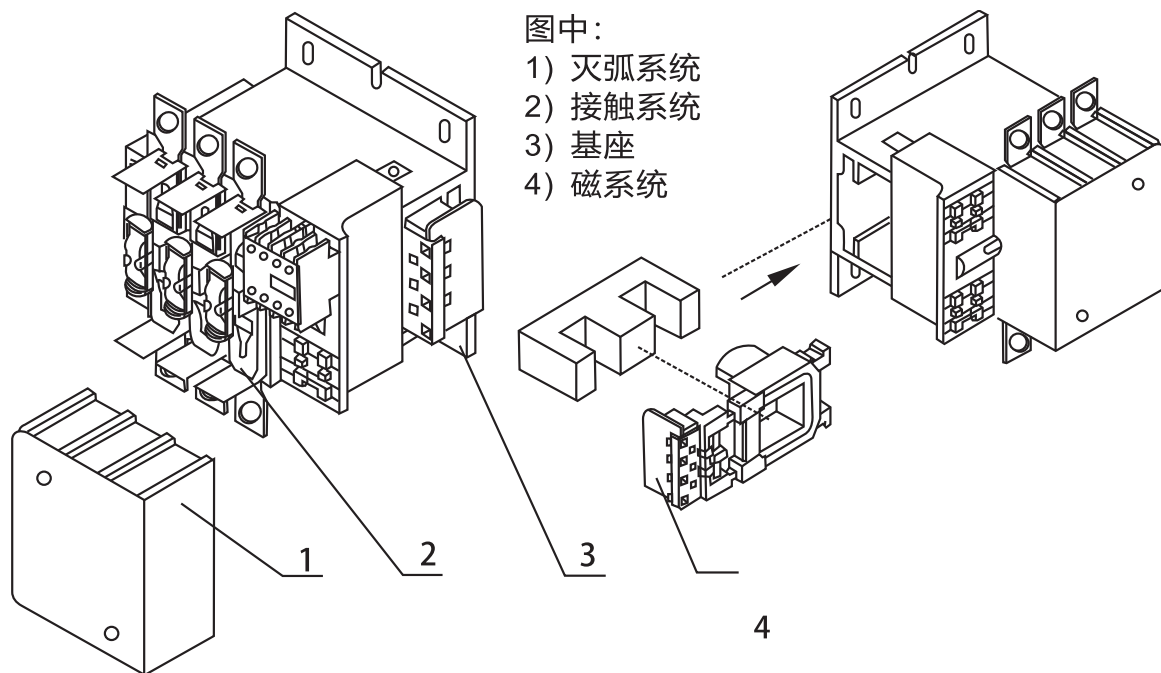

图1 CJX2-115~265接触器的总体结构示意图
6.1 接触器主要由灭弧系统、接触系统、基座、磁系统 (包括铁心、线圈) 组成, 参见图1。
6.2 接触器的接触系统为直动式、双断点布置，下基座采用铝合金型材，线圈为塑料封装结构，且线圈与磁轭组装成一体，可从接触器中直接取出或装入，使用、维修极为方便。见图1。